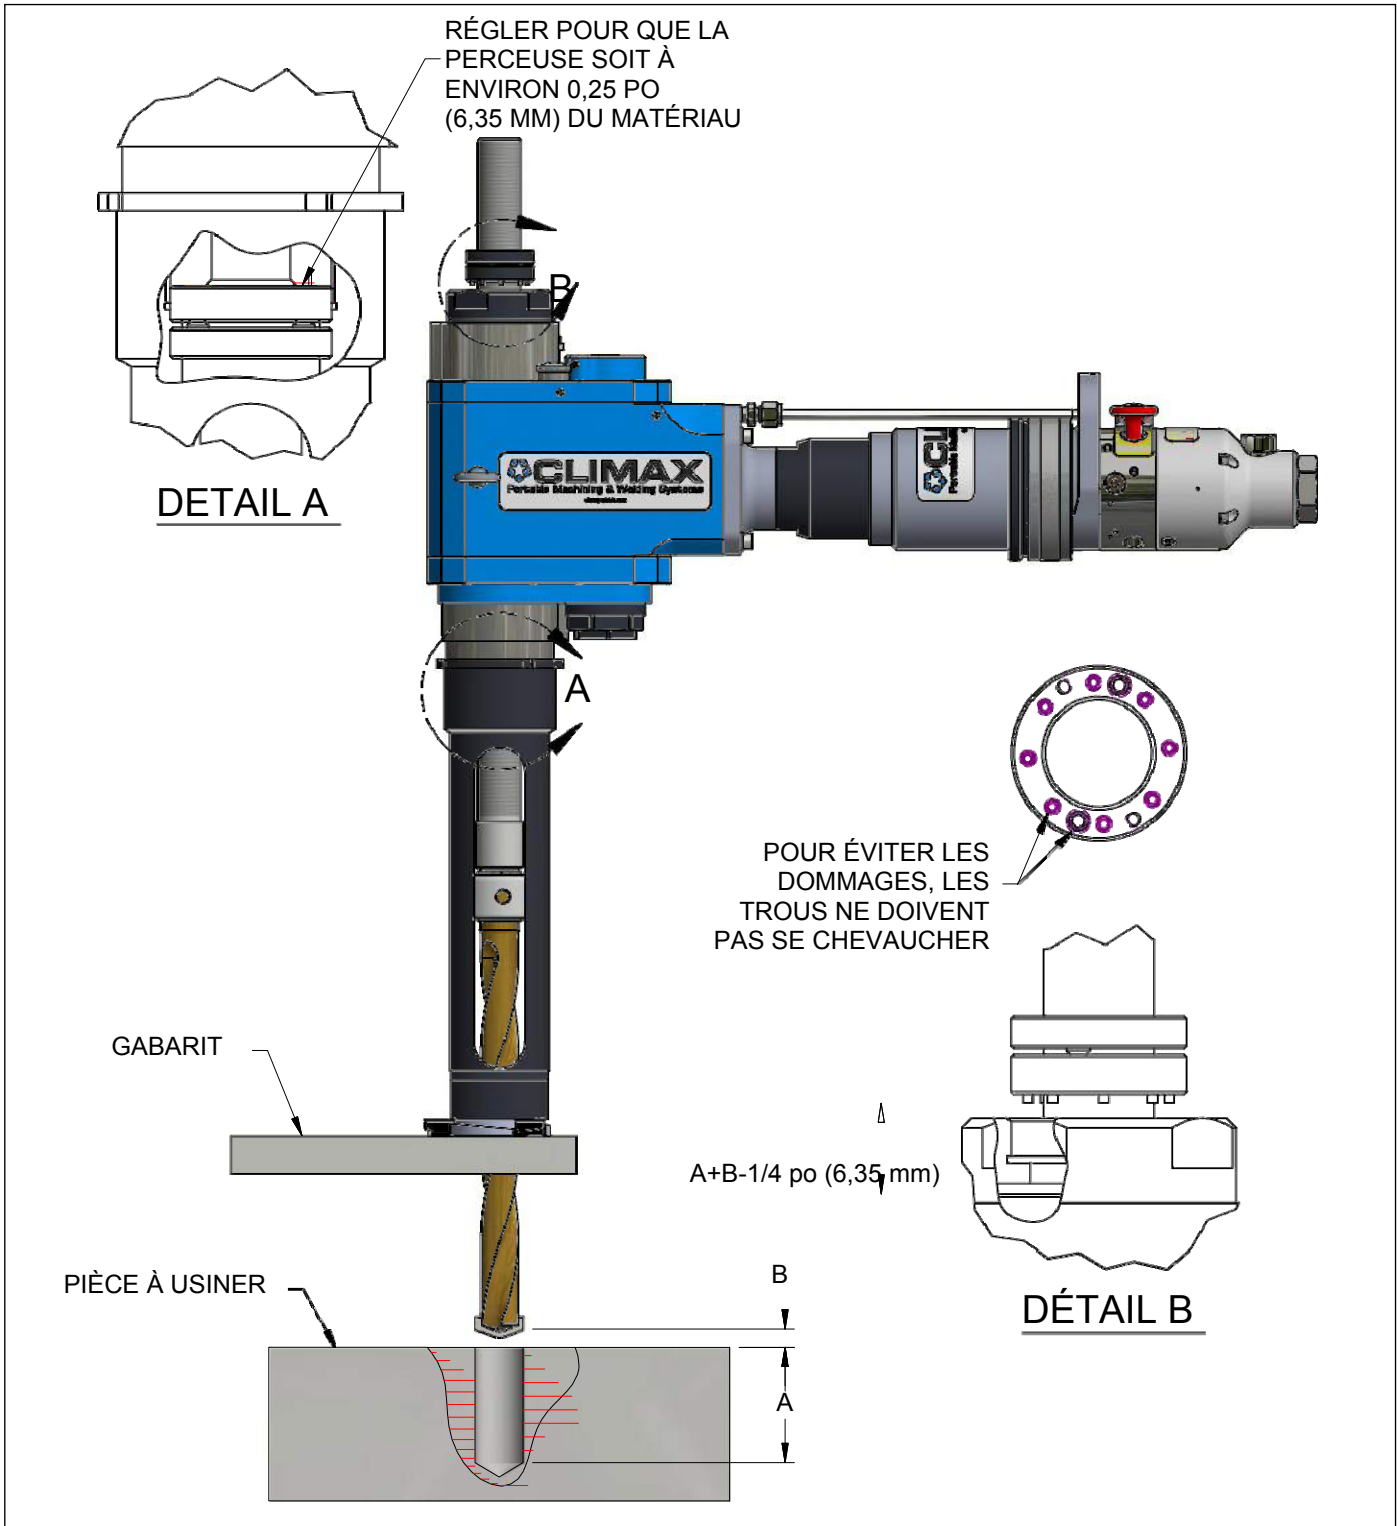

FIGURE 3-3. INSTALLATION DE LA PERCEUSE
- Ajuster les colliers de profondeur et de rétractation jusqu'à ce que la profondeur de coupe / profondeur d'arrêt désirée soit obtenue. Voir la Figure 3-3.
Voir la Figure 3-3 tout en faisant ce qui suit :